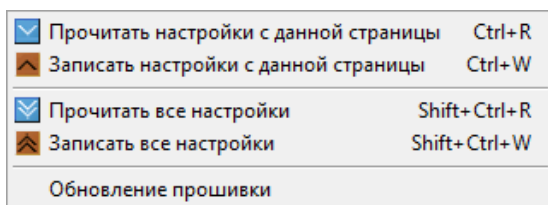

Рисунок 16. Пункты меню «Панель»
- В меню «Панель» выбрать пункт «Обновление прошивки» (рис. 16);